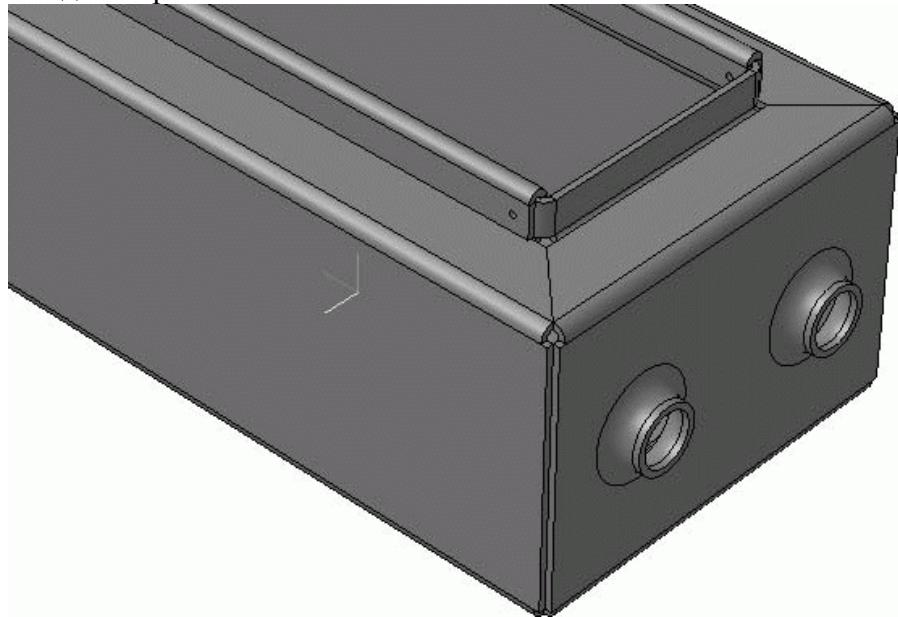

Рис. 3.159. Результат выполнения команды Открытая штамповка
13. Самостоятельно освойте команду Открытая штамповка, похожую на рассмотренную выше операцию Закрытая штамповка. Для этого на внешней грани нижней стенки детали создайте два эскиза, содержащих каждый по окружности (окружности должны быть симметричны относительно продольной оси). Затем, основываясь на каждом эскизе, выполните команду Открытая штамповка (рис. 3.159). Настройки операции можете оста-